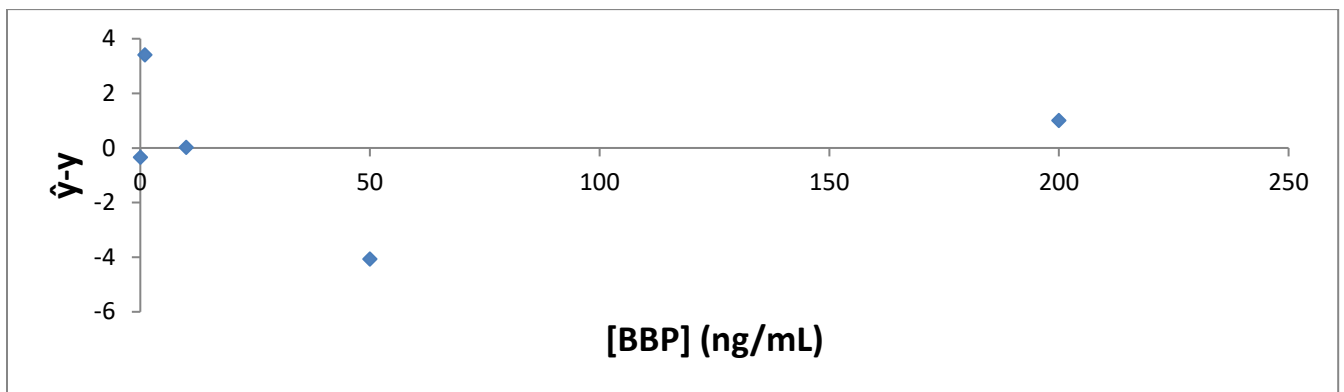

Figure 2. Graphique des résidus de la droite d'étalonnage du BBP.
- b. Interprétez le graphique des résidus (Figure 2)